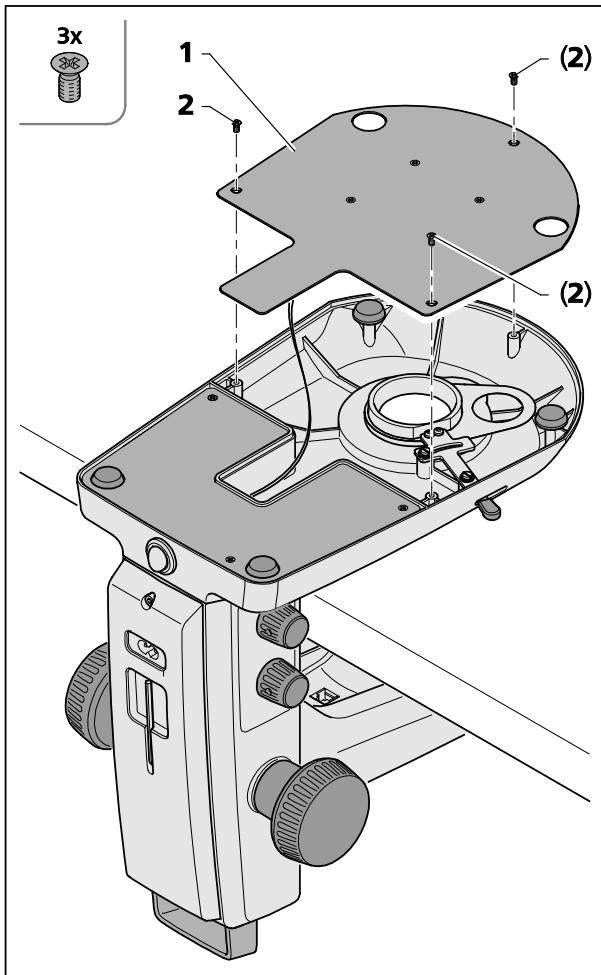

Bild 28 Stativabdeckplatte Stativ K EDU öffnen
Zur Reinigung bzw. Entnahme versehentlich hineingefallener Fremdkörper kann die Stativabdeckplatte (Bild 28/1) entfernt werden.
- Dazu die drei Kreuzschlitzschrauben (Bild 28/2) lösen und die Stativabdeckplatte (Bild 28/1) vorsichtig abheben und zur Seite legen.
- Darauf achten, dass das Kabel nicht von der Stativabdeckplatte (Bild 28/1) getrennt wird.